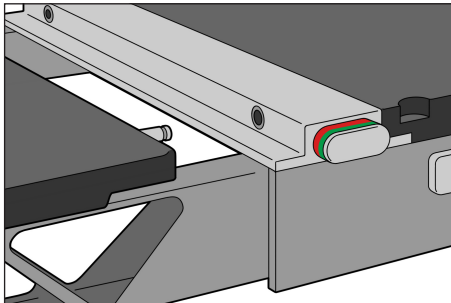

Abb. 1
1. Entfernen Sie den kVue Insert. (Abb. 1).